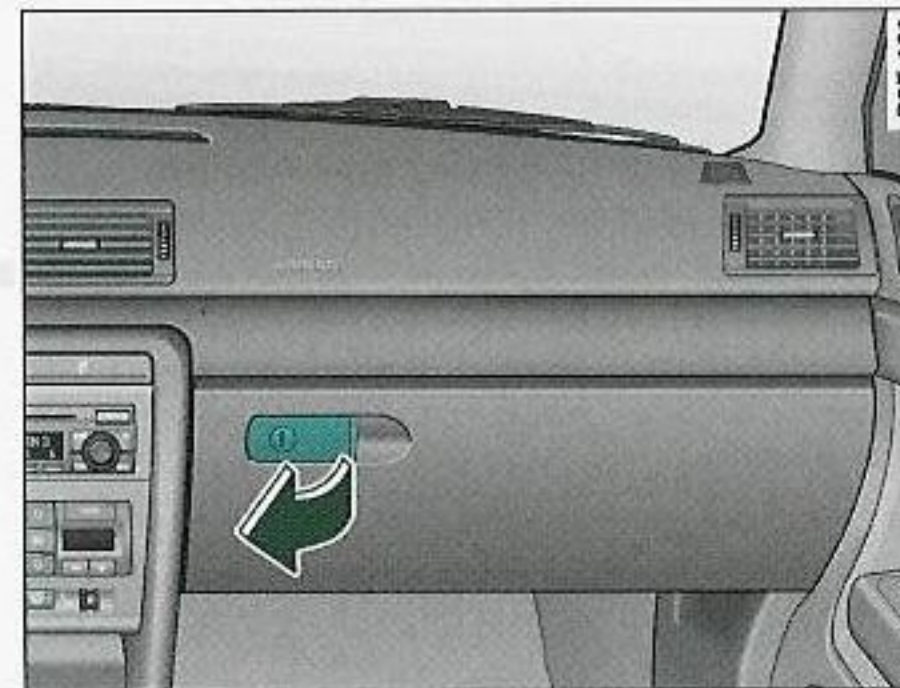

Fig. 118 Guantera
- Tire de la empuñadura de la tapa en la dirección de la flecha ⇒ fig. 118 y abra la tapa hacia abajo.
- Abra la guantera ⇒ página 129, fig. 118.